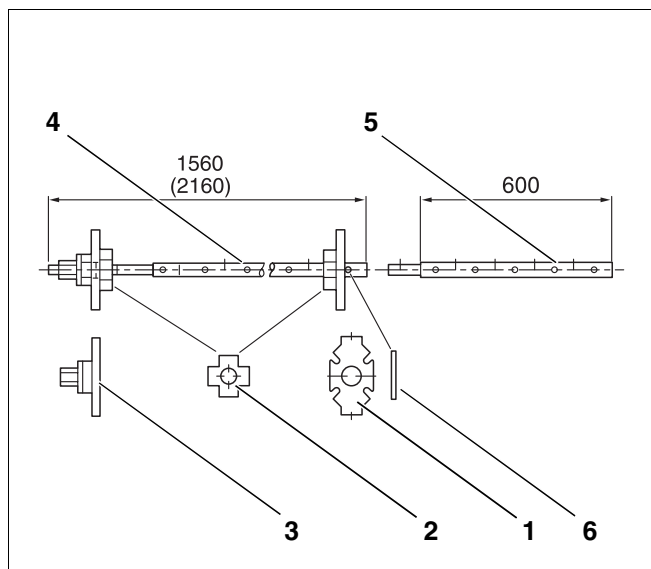
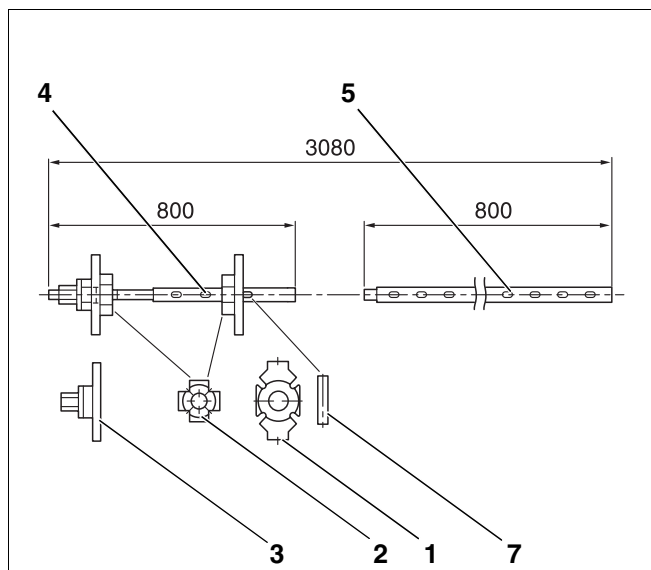
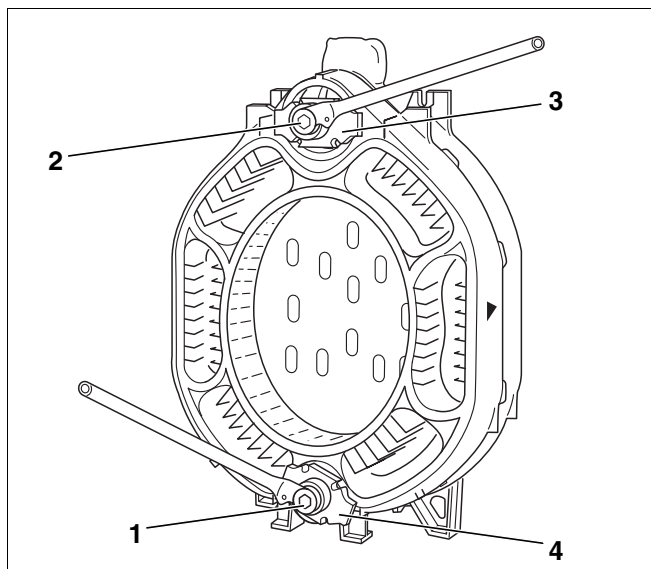

Fig. 1 Presă de niplat mărimea 2.2
Fig. 2 Presă de niplat mărimea 2.3
Fig. 14 Utilizarea presei de niplat
- presă de niplat 2.2 (fig. 1) sau 2.3 (fig. 2)
Legendă pentru (fig. 1) și (fig. 2):
În continuare, blocul parțial de cazan se strânge cu presa de niplat (fig. 14).
Este permisă folosirea de prese de niplat exclusiv numai de mărimea 2.2 sau 2.3 (fig. 1 resp. fig. 2 și fig. 14, **poz. 1 și 2**).
- Elementele de presare (fig. 14, **poz. 3 și 4**) se introduc pe tijele presei (fig. 1 resp. fig. 2, **poz. 4**).